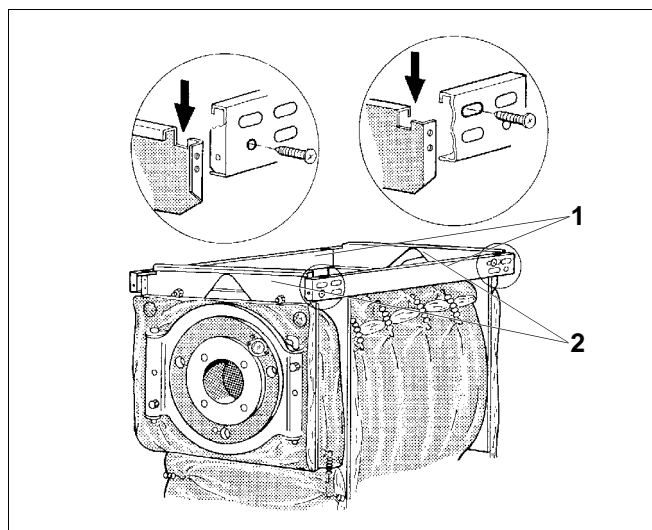

Рис. 8 Установка боковых траверс
- Установите боковые траверсы (рис. 8, **поз. 1**) крюками в вырезы передней и задней траверс (рис. 8, **поз. 2**) и закрепите их 2 саморезами, завернув спереди в круглое, а сзади в продольное отверстия (рис. 8).